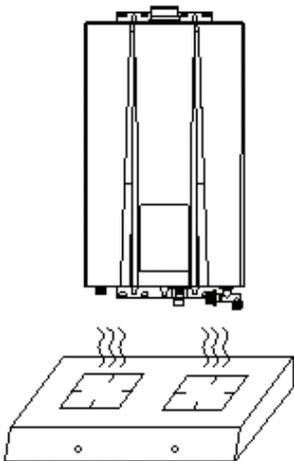

Figura 5.4
- Non installare lo scaldabagno sopra forneli a gas o altre fonti di calore (Figura 5.4).